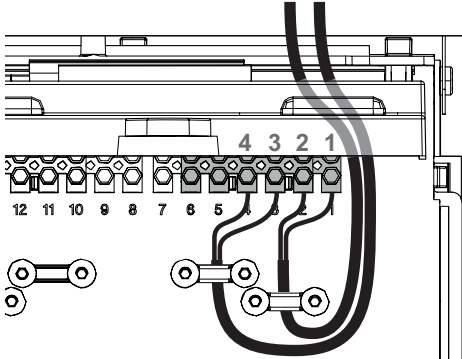
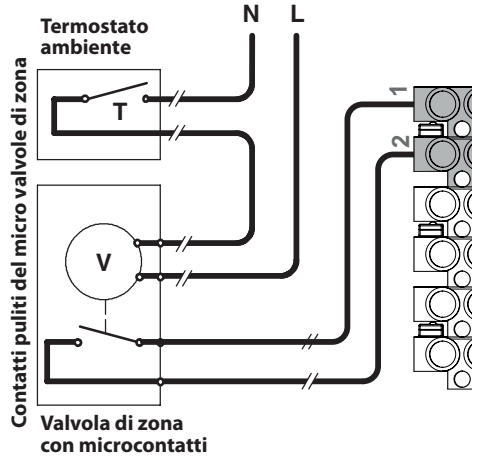
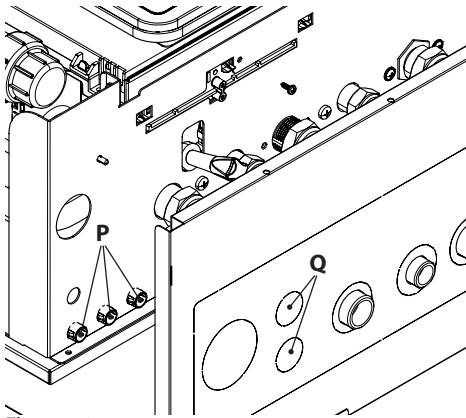

Figura 5.19
Figura 5.20
Figura 5.21
Far fuoriuscire il cavo dalla caldaia utilizzando gli appositi pressacavi **P** (Figura 5.21).
Per il collegamento di un termostato ambiente servirsi dei morsetti indicati in Figura 5.19.
I conduttori elettrici del termostato ambiente vanno inseriti tra i morsetti "1 e 2" come in Figura 5.19.
Per il collegamento di valvole di zona servirsi dei morsetti termostato ambiente indicati in Figura 5.19. I conduttori elettrici dei contatti del micro della valvola di zona vanno inseriti nei morsetti "1 e 2" della morsettiera termostato ambiente come in Figura 5.20.
Il percorso dei fili di collegamento del termostato ambiente devono seguire il percorso indicato in Figura 5.19.
Far fuoriuscire i cavi dalla caldaia utilizzando gli appositi pressacavi **P** e i pre-tranci **Q** (Figura 5.21).
Per il collegamento della sonda esterna servirsi dei morsetti indicati in Figura 5.19.
Il percorso dei fili di collegamento della sonda esterna devono seguire il percorso indicato in Figura 5.19.
Far fuoriuscire i cavi dalla caldaia utilizzando gli appositi pressacavi **P** (Figura 5.21).
Per il collegamento del remoto servirsi dei morsetti indicati in Figura 5.19.
**tolto Figura 5.19.**
Il percorso del cavo del comando remoto deve seguire il percorso indicato in Figura 5.19. Far fuoriuscire i cavi dalla caldaia utilizzando gli appositi pressacavi P (Figura 5.21).